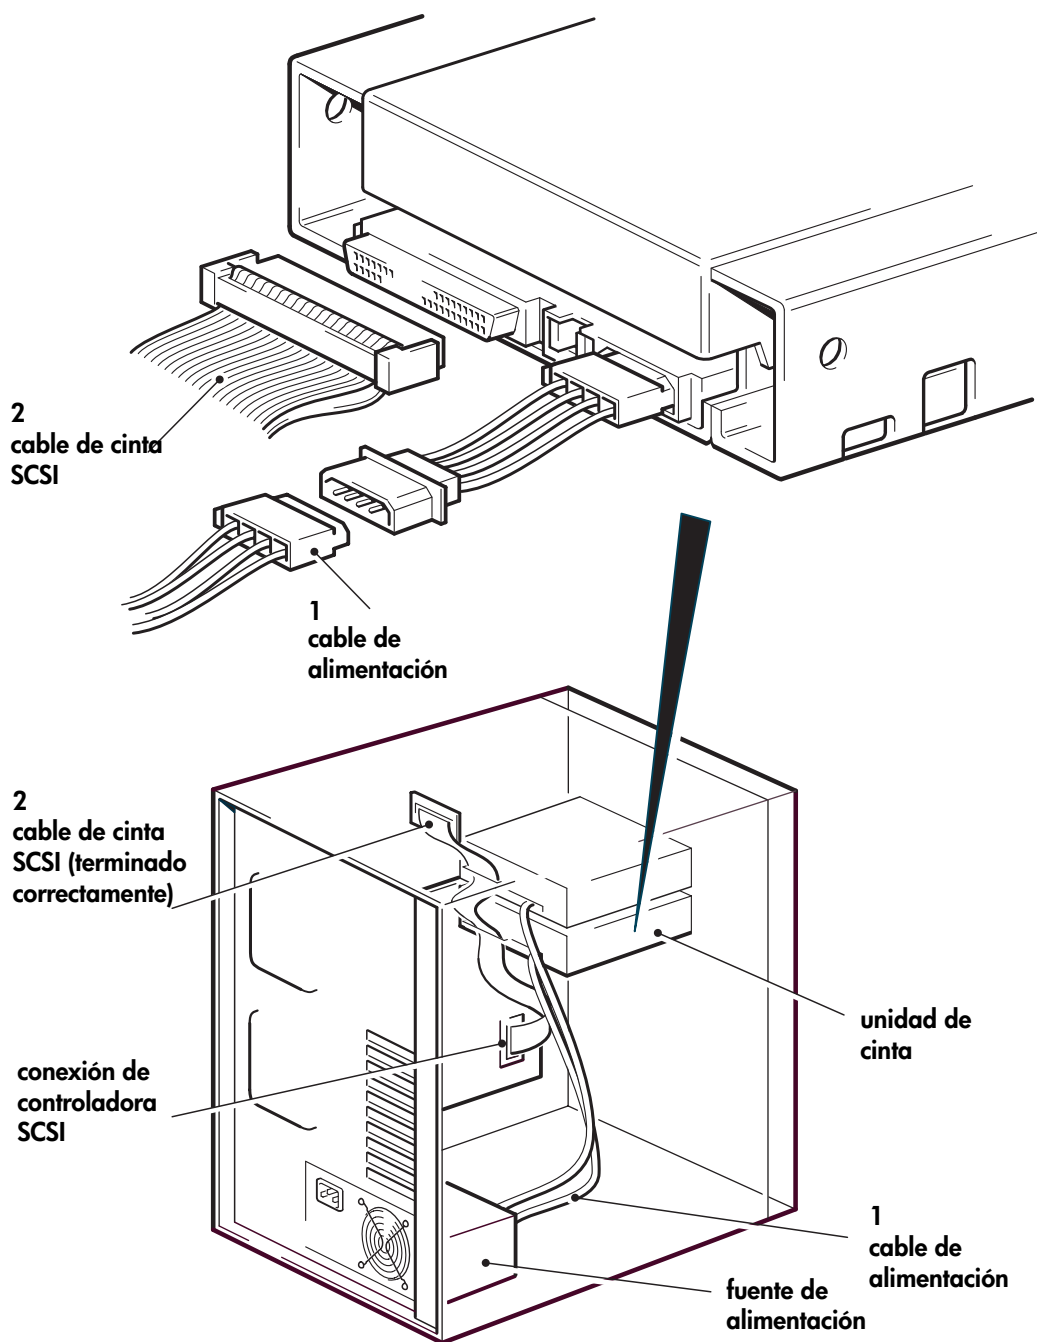

Figura 8: conexión de los cables de alimentación y SCSI
- 1 Conecte un cable de alimentación libre desde la fuente de alimentación interna del servidor al conector de alimentación según se muestra en la Figura 8, elemento 1.
- 2 Conecte un conector libre del cable de cinta SCSI incorporado del servidor o del HBA al conector SCSI de la unidad, según se muestra en la Figura 8, elemento 2.
Por tanto, suponiendo que el HBA es el primer dispositivo del bus, deberá verificar que el segundo terminador está colocado tras el último dispositivo según se muestra en la Figura 8, elemento 2.